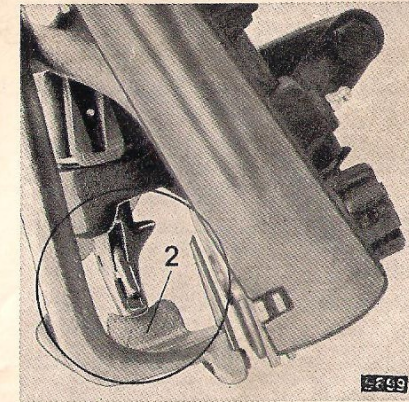

Bild 30
Bild 30 Der Abstreifer (2) muß leicht aber gleichmäßig den Rücken des Knüpferschnabels berühren. Der Hub des Messerhebels muß das Abstreifen des Knotens vom Schnabel sicher gewährleisten.